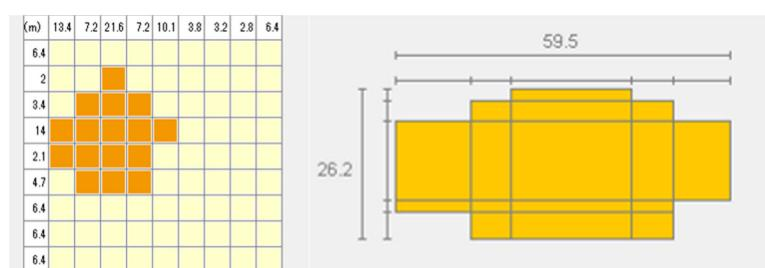

図 1.3.2.4-2 曲面を有する外壁の入力手順②
- ③ 図 1.3.2.4-1 の図面に示す線(★2)を図 1.3.2.4-3(左)に補助線として追加します。
- ④ △にしたいセルは 1 つに結合した後に三角形に変形します。※△は外壁のみ対応出来ます。内壁を斜めにすることは出来ません。